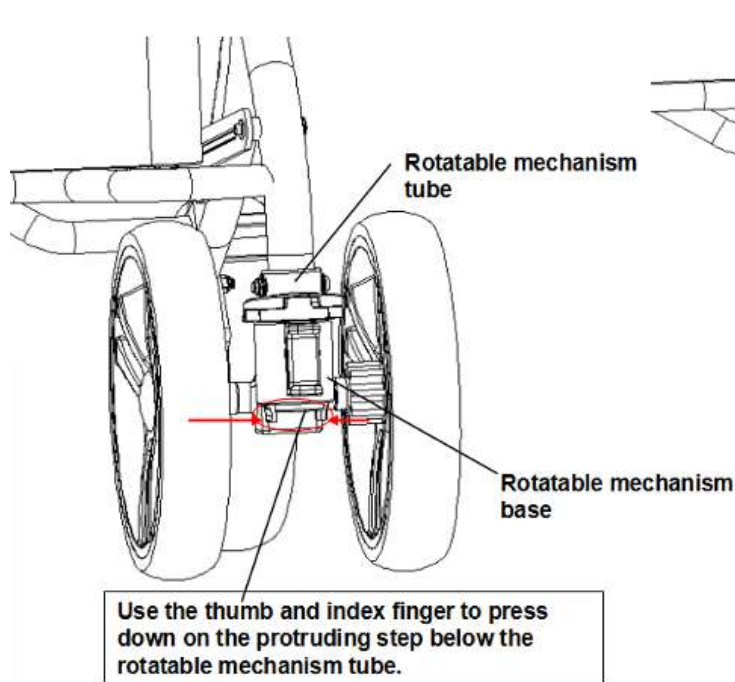

Figure 10
1. Lors de l'installation de la roue avant, poussez la base du mécanisme rotatif vers le haut. Une fois que vous entendez un clic, cela signifie que la base du mécanisme rotatif et le tube du mécanisme rotatif sont complètement alignés, indiquant que la roue avant est correctement installée (comme illustré dans la figure 10).